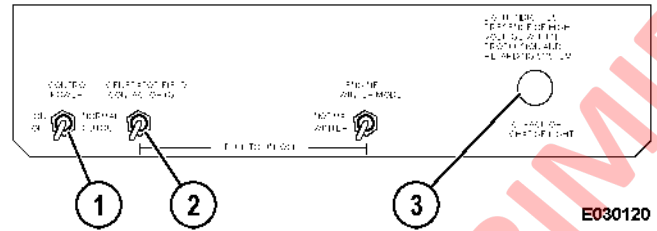

FIGURA 5-4. PANEL DE DISPLAY DE INFORMACIÓN
4. Retire las cubiertas de acceso (2, Figura 5-4). y tubo de acceso (1)
5. Desconecte los ductos (4) de enfriado del sistema de frenos y los ductos (3) de aplicación del freno en la placa trasera del freno.
13. Conecte los cables de potencia (6, figura 5-4) y arnés de velocidad (5) de la rueda a su ubicación apropiada en el motor de rueda.
14. Conecte la manguera (3) de aplicación de freno y las mangueras de refrigeración (4) al conjunto de freno. Use O-rings nuevos.
15. Para evitar pérdida de aire de enfriamiento, utilice sellante Uniseal 310S para sellar el hueco en el freno de las mangueras de refrigeración donde las mangueras pasan a través de los agujeros del eje (7).